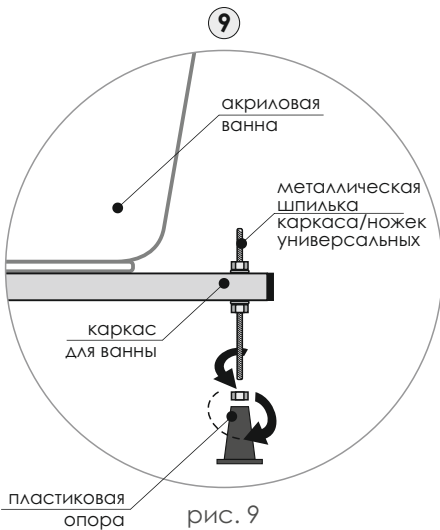

рис. 9
9. Выкрутите пластиковую опору с универсальных ножек или каркаса (рис. 9).